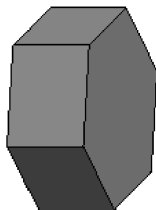

图4-158 六角头
- (6) 单击控制区的【应用】按钮完成竖直圆柱的创建，按<Ctrl + D>组合键回到默认观察角度，如图4-158所示。